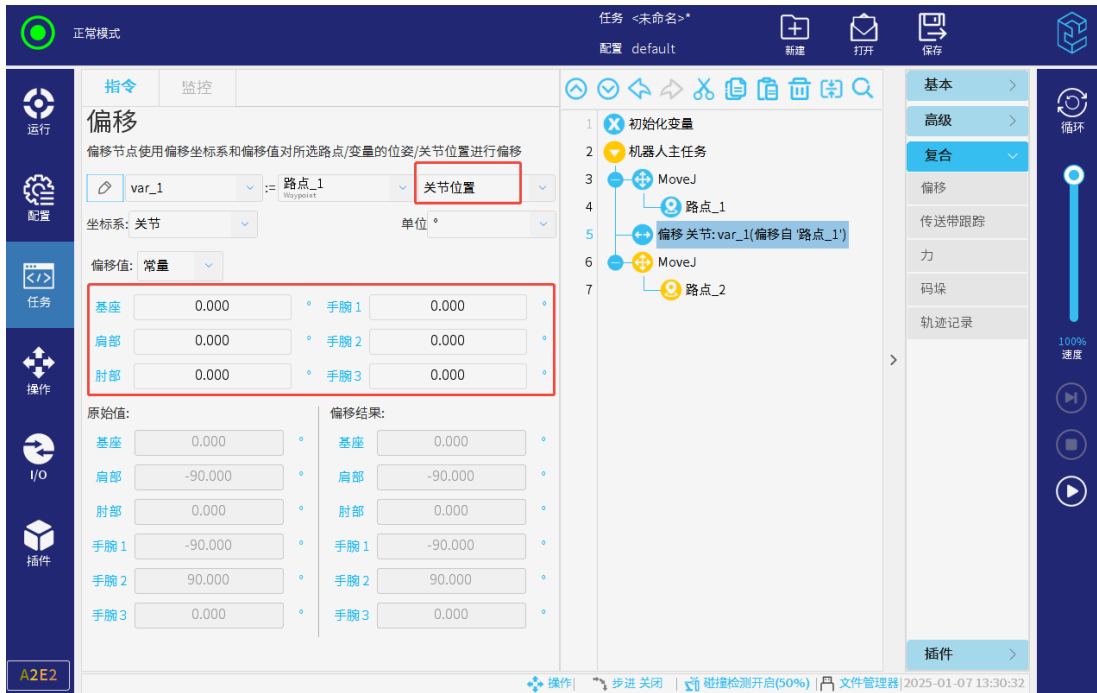

图 3-142: 关节角偏移
- 关节角偏移模式（见图 3-142）下，同单位的原始数据与偏移值直接相加即可得到新的关节角数据。